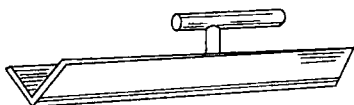
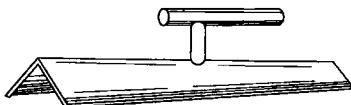

图 1-3 阴角抹子
图 1-4 阳角抹子
(3) 阴、阳角抹子 阴角抹子主用于压光阴角，阳角抹子用于压光阳角，如图 1-3、图 1-4 所示。